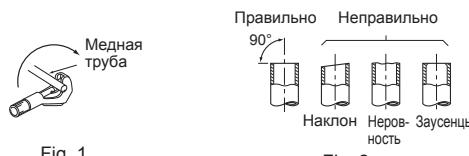

Fig. 1
- Правильно режьте медную трубу с помощью трубореза. (Fig. 1, 2)